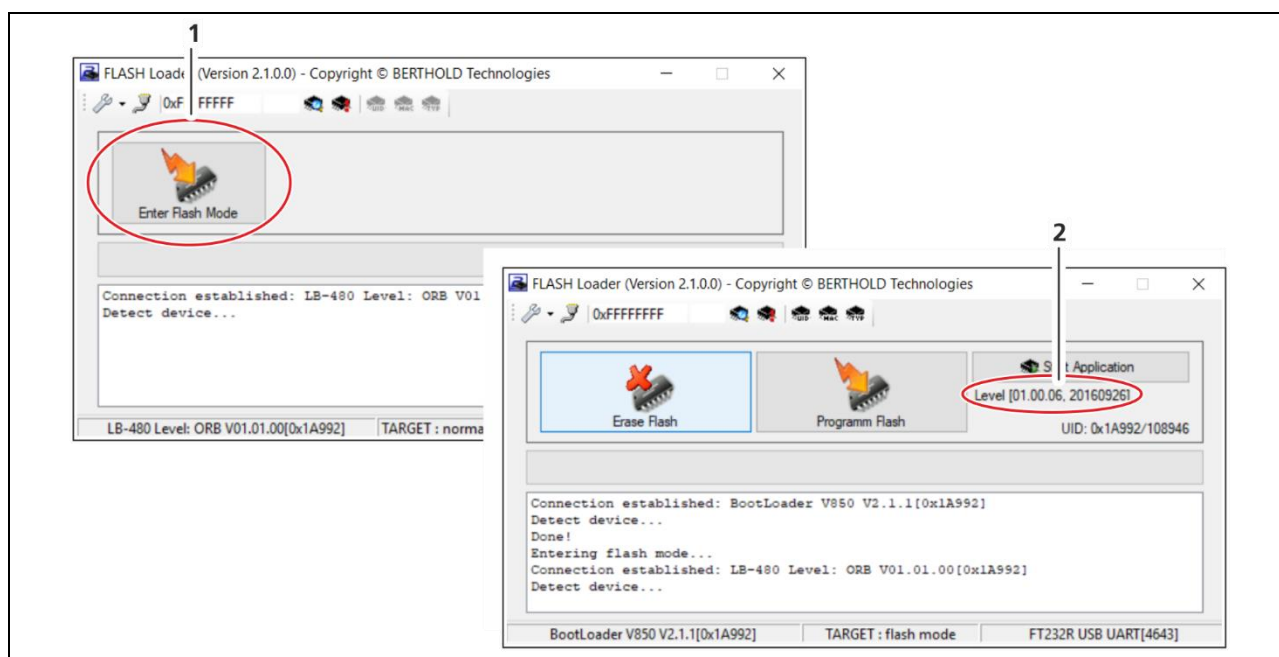

Abb. 5 „Flash Mode“ mit Anzeige der installierten Embedded Software
22. Klicken Sie auf die Schaltfläche <Enter Flash Mode>, um die Programmierfunktionen (Flash Mode) zu öffnen (Abb. 5, Pos.1).
- Der Flash Mode wird gestartet und die installierte Anwendung mit der Versionsnummer (Abb. 5, Pos.2) angezeigt.